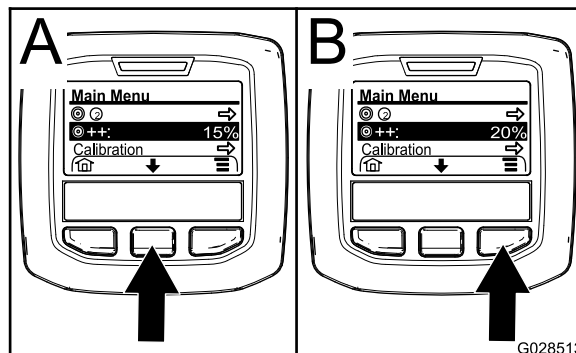

Рисунок 67
2. При необходимости нажмите среднюю кнопку выбора, чтобы выделить функцию увеличения нормы внесения (Рисунок 67).
**Примечание:** Значок увеличения нормы внесения выглядит как два символа (+) справа от метки в виде «бычьего глаза» (Рисунок 67).
3. Нажмите правую кнопку выбора (Рисунок 67), чтобы увеличить степень увеличения нормы